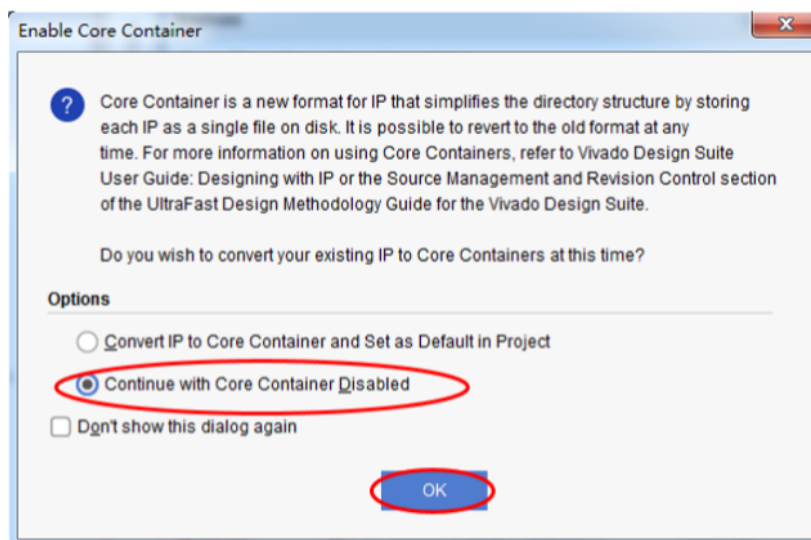

图 9: 将 IP 核升级
(4) 之后, 会弹出如图9所示界面, 选择第二个选项 “Continue with Core...”, 点击 “OK”。